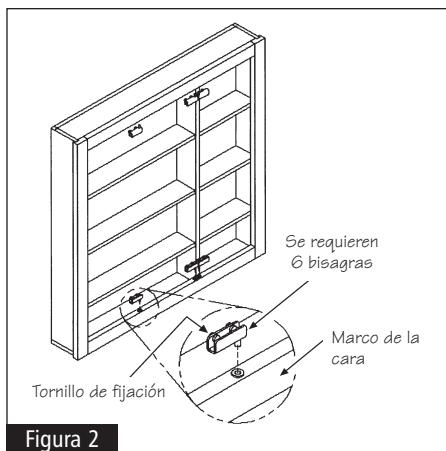

Figura 2
- 2** Coloque las bisagras en los cojinetes de plástico que se instalaron en el paso 1, asegurándose de que aquéllas queden orientadas de modo que los tornillos apunten al interior del gabinete. Vea la figura 2.